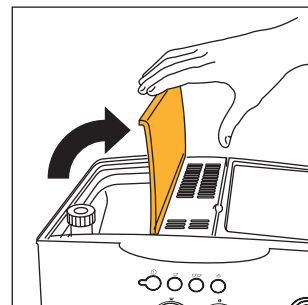

Fig. 2
- Open het deksel van het bakje voor koffiebonen (fig. 2).